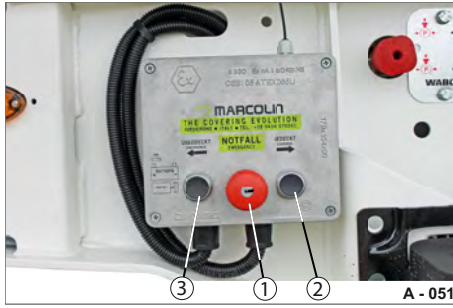

Abb. 80 Bedieneinheit aktivieren
- ▶ Deaktivieren Sie den Not-Aus-Schalter (Abb. 80/1) mit dem Schlüssel.
- ▶ Drücken Sie die Taste für ÖFFNEN (Abb. 80/3) und halten Sie diese. Das Schiebeverdeck fährt auf und positioniert sich im vorderen Bereich der Mulde.